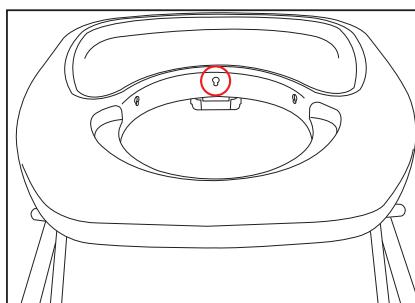
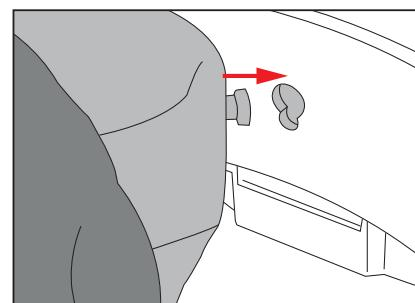

Figura 4.1
Figura 4.2
- Comenzando por el poste plástico central, inserte el poste central delantero en el orificio central delantero del andador (**Ver Figura 4.1**) y presione hacia abajo para asegurarlo en su lugar. **Ver Figura 4.2.**